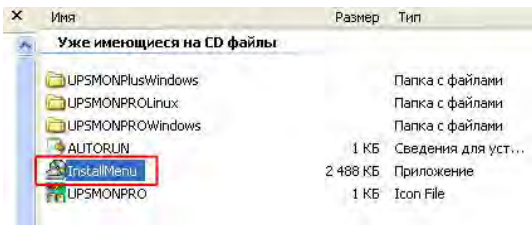

Рис. 5.2
**Примечание:** Если меню не открывается автоматически, запустите Проводник, а затем кликните курсором мышки два раза по инсталляционной иконке в вашем дисковом CD-ROM, как показано на рис. 5.2.